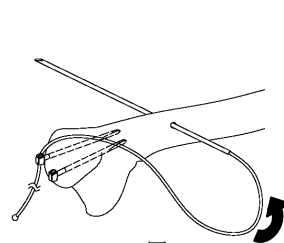

図 2
骨折部から 30mm 程遠位に 2.0 ドリルで骨孔作製後、骨孔に 2.0 骨孔用パッサー (I) を挿入します。CS ピン（1穴）のスリーブ穴にケーブルを通した後、パッサーの後端側からケーブルを数 cm 程通します。（図 2）